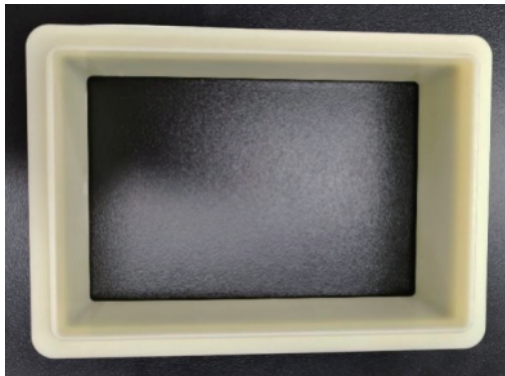

图 2-8 深孔板区的固定框
j. 深孔板放置：每次实验前，先将深孔板区的固定框（图 2-8）取下，然后按照图 2-5 在深孔板区放置一个干净的深孔板，请按照 A1 号孔位（图 2-9）为最左上方的方向放置；